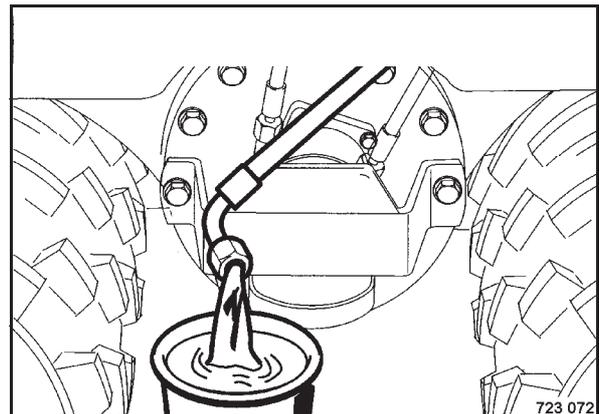

Bild 137
- Leckölleitung des Vibrationsmotors (Bild 137) abschrauben und auslaufendes Hydrauliköl auffangen.